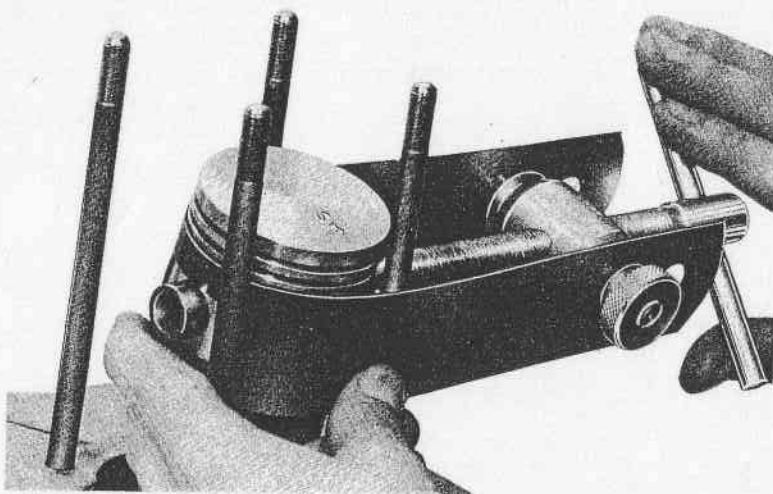

Fig. 11 - Démontage de l'axe du piston
- Avec l'"extracteur de l'axe du piston" n° 000507500, (Fig. 11) extraire l'axe. Le piston se trouve séparé de la bielle sans être obligé de sortir complètement l'axe.